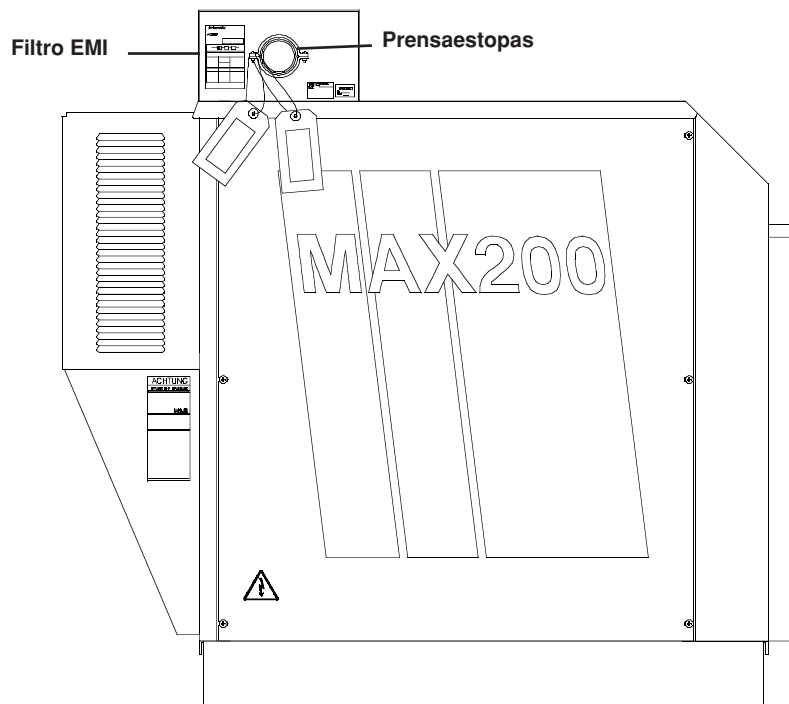

Figura a-1 Fuente de alimentación MAX200 con filtro EMI – Vista de perfil
1. Localice el filtro EMI en la parte superior trasera de la fuente de alimentación (vea fig. a-1).
3. Inserte el cable de alimentación a través del prensaestopas (véase fig. a-1).